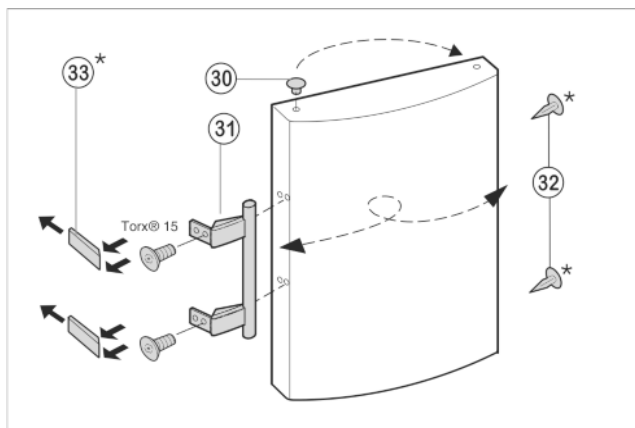

Fig. 10
- Estrarre il tappo Fig. 10 (30) dall'alloggiamento del supporto della porta e spostarlo.
- Smontare la maniglia della porta Fig. 10 (31), i tappi Fig. 10 (32) e le piastre di spinta Fig. 10 (33) e spostarli sul lato opposto.